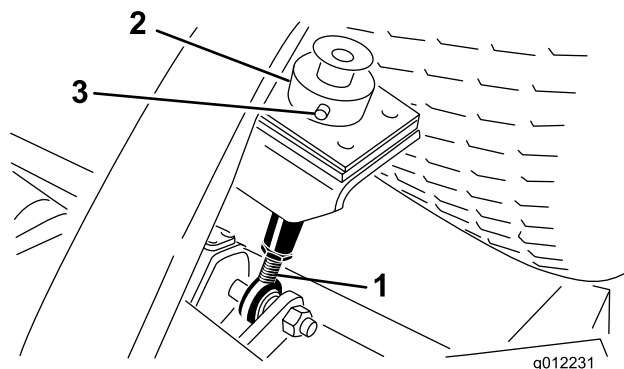

図 9
5. カッティングユニット後部で、刈高ロッドに刈高カラーを固定しているヘアピンとクレビス・ピンを外す (図 9)。